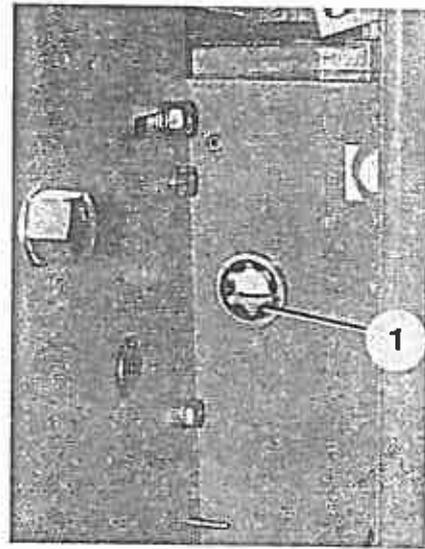

Bild 61
6. Maschine so lange mit Öl befüllen, bis der Ölstand Mitte Schauglas (Bild 61/1) steht (Schmierstoff siehe Abschnitt 1.2).